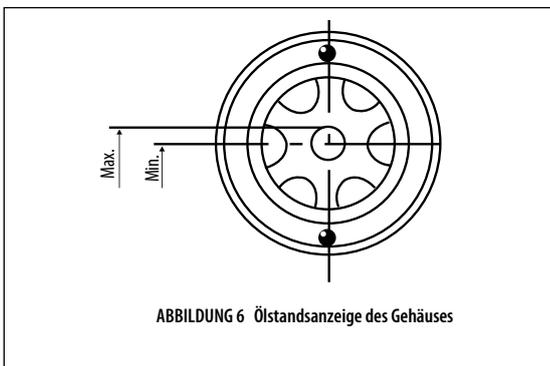

ABBILDUNG 6 Ölstandsanzeige des Gehäuses
3. Prüfen Sie im Getriebegehäuse, ob der Füllstand des Öls ordnungsgemäß ist. Zu viel Öl führt zur Überhitzung des Getriebes (siehe Abbildung 6).